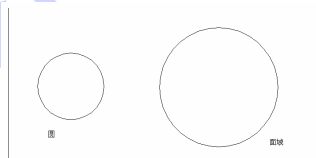

图 15-3 圆和面域对象
(3) 按 Enter 键结束命令。这时，右边的大圆已经被转换成面域，但是外观上看不出什么变化，如图 15-3 所示。